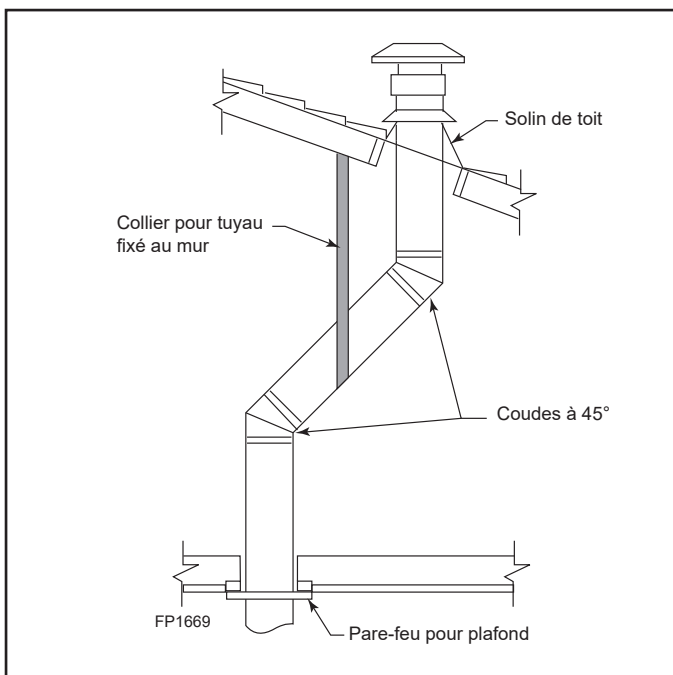

Figure 5.14 Dévoiement avec bride murale et coudes à 45°
1. Découpez un trou carré de 10½ po (241 mm) dans le plafond en utilisant le trou de repérage comme point central. L'ouverture doit être encadrée de manière à obtenir des dimensions intérieures de 10½ po x 10½ po (267 x 267 mm), comme indiqué à la figure 5.16, en utilisant des solives de la même dimension que celles du plafond. Si l'espace au-dessus du plafond est un faux-plafond isolé ou une pièce, clouez le pare-feu par le haut. Cela empêche l'isolant en vrac de tomber dans l'espace de dégagement requis. Voir la figure 5.14. Sinon, installez un pare-feu sous l'ouverture encadrée. Voir la figure 5.16